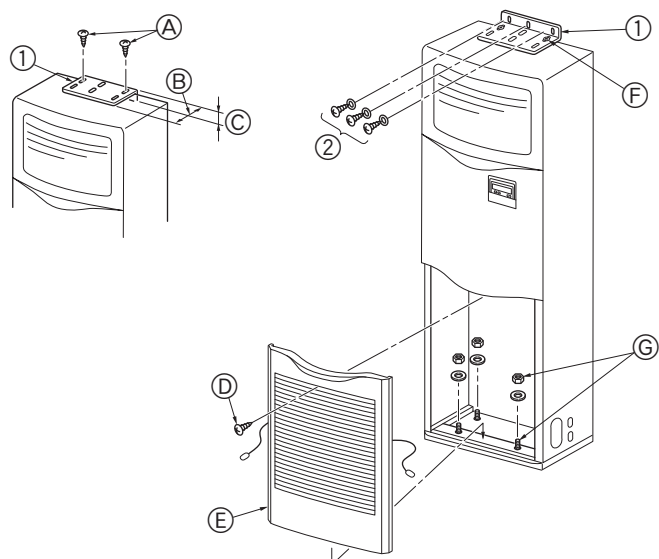

Fig. 3-2
①	Beveiligingsbeugel	1	Bovenop het apparaat.
②	Zelftappende schroeven (met sluitring)	3	Achter de grille van de luchtinlaat.
③	Pijpbekleding voor gasleiding (groot)	1
④	Pijpbekleding voor vloeistofleiding (klein)	1
⑤	Band	5
⑥	Sok voor afvoerleiding	1
⑦	Mof (voor doorvoer bedrading)	2
3.2. Beveiligingsbeugel (Fig. 3-2)